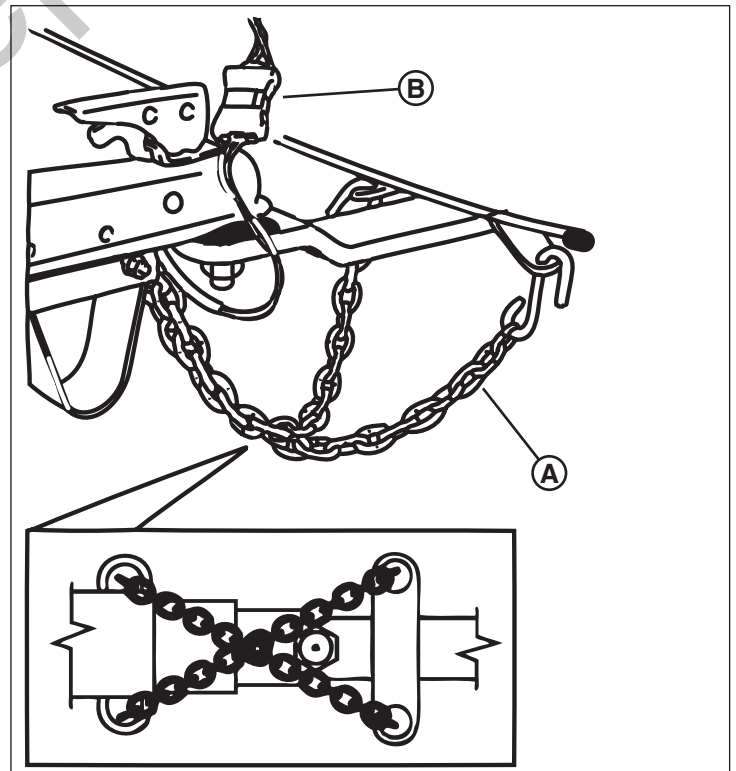

Figura 11
6. Conecte las cadenas de seguridad (A, Figura 11) al armazón del enganche del vehículo remolcador. Cruce las cadenas debajo de la lengua, como se muestra en la Figura 11. Deje suficiente holgura en las cadenas para permitir los giros, pero no demasiada como para que estas tengan contacto con la superficie del camino.
7. Conecte el conector de las luces del remolque al conector del vehículo remolcador (B, Figura 11). Asegúrese de que el haz de cables de las luces del remolque tenga la longitud adecuada para evitar la desconexión cuando gire, pero no demasiada como para que este tenga contacto con la superficie del camino. Revise que las luces de detención, de viraje, traseras, marcadoras laterales y de la placa de licencia funcionen correctamente.